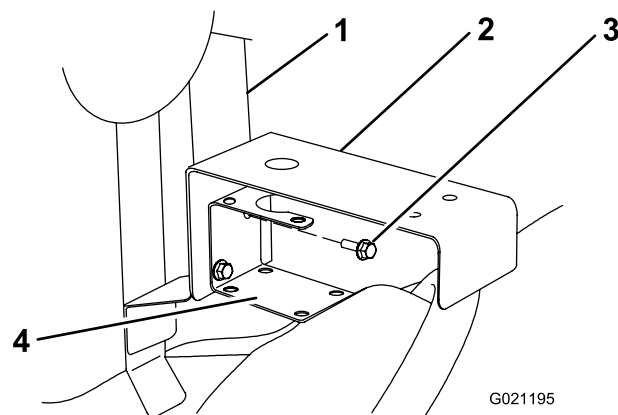

Figura 7
- Instale el soporte de la válvula de control entre el soporte del acoplamiento en T y el vehículo (Figura 7).
- Sujete el soporte del acoplamiento en T y el soporte de la válvula de control al bastidor con los pernos que retiró en el paso 6 (Figura 7).